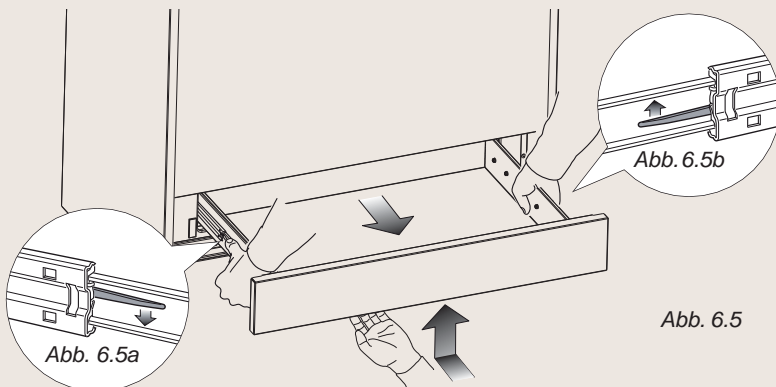

Abb. 6.5
1. Das Schubfach vollständig ausziehen (Abb. 6.5).
3. Die Hebel in dieser Position festhalten und das Schubfach herausheben (Abb. 6.5).